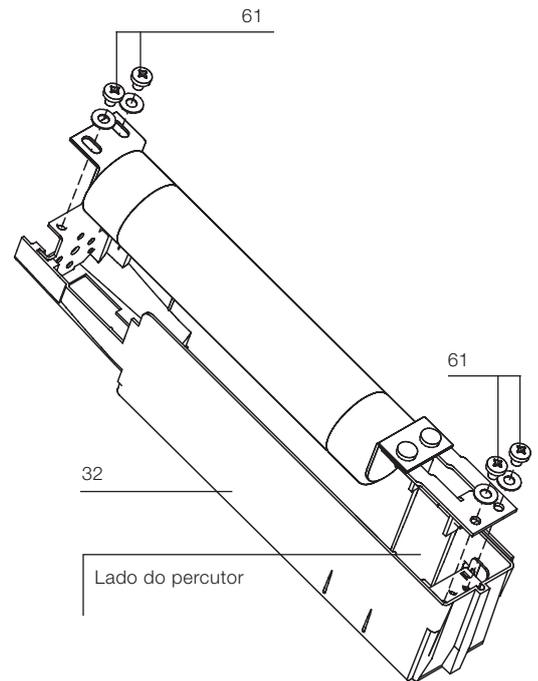

Fig. 20b
O porta-fusíveis (32) (fig. 20b) está preparado para alojar fusíveis com distância de fixação de 553 mm. Para tamanhos menores são fornecidos, a pedido, três adaptadores indicados a seguir:
- adaptador (51) para fusíveis com distância de fixação $l = 235$ mm
- adaptador (52) para fusíveis com distância de fixação $l = 305$ mm
- adaptador (53) para fusíveis com distância de fixação $l = 454$ mm.
b) Montagem dos fusíveis (fig. 20b)